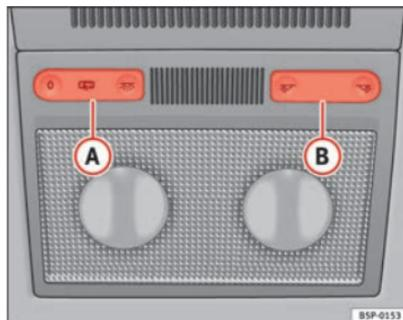
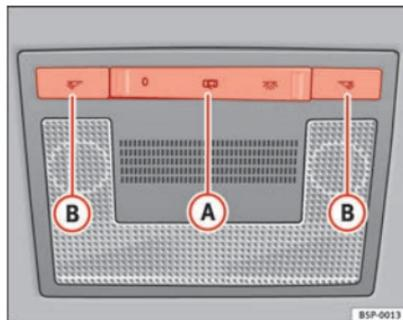

Fig. 81 Revestimento interior do tejadilho: luzes dianteiras de leitura tipo 1
Fig. 82 Revestimento interior do tejadilho: luzes dianteiras de leitura tipo 2
Pressione o respectivo botão ⇒ Fig. 81 (B) e ⇒ Fig. 82 (B), para acender a luz de leitura.